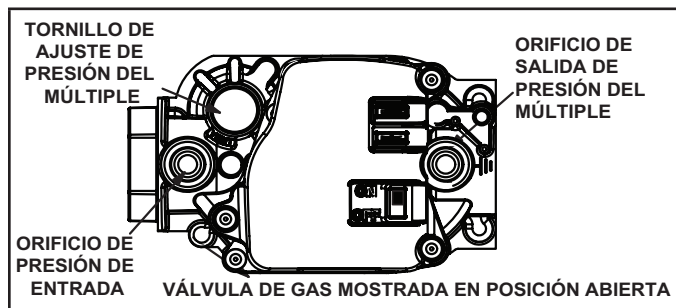

Figura 55
### Funcionamiento de la válvula de gas (Figura 55)
- 6 - Mueva el interruptor en la válvula de gas a la posición APAGADO. Ver la Figura 55.
- 8 - Mueva el interruptor en la válvula de gas a la posición ENCENDIDO. Ver la Figura 55.